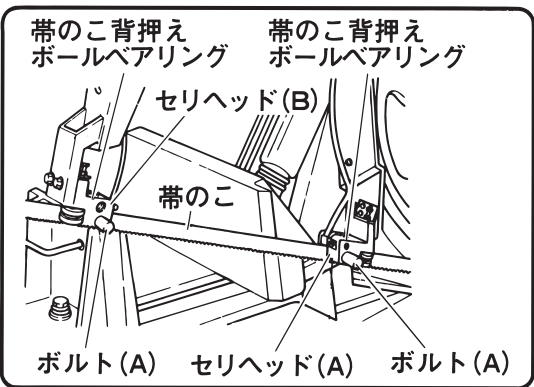

図 20
(6) 帯のこを手でねじりながらセリヘッド (A) およびセリヘッド (B) の帯のこ背押えボールベアリングに突当るまで挿入します。(図20)
(7) セリヘッド (A) 側とセリヘッド (B) 側のボルト (A) をそれぞれボルト (A) 取付け面に軽く突当るまで締付けます。(図20)